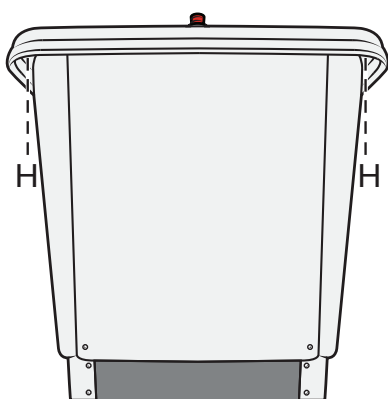

Figure 142
1. Desserrez légèrement les deux vis supérieures de la trappe de maintenance et les vis (E) de chaque côté maintenant le cache principal le plus proche du côté pied. Voir Figure 142